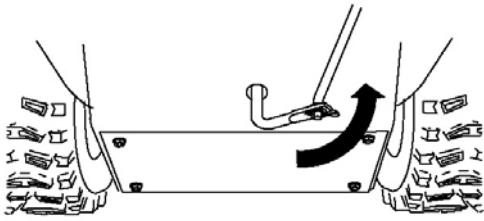

Рисунок 7
5. Поверните нижнее соединение полностью вверх (против часовой стрелки) (Рис. 7).